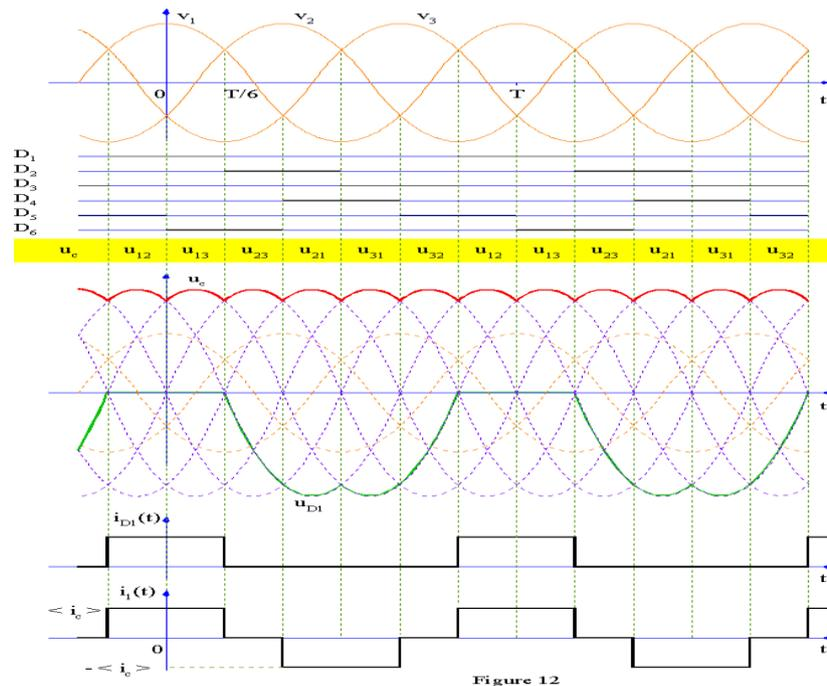

Figure 12
On suppose le courant  $i_c$  parfaitement lissé, c'est-à-dire  $i_c(t) = \langle i_c \rangle$ . La figure 12 montre les instants de conduction des différentes diodes: dans le groupe des diodes à cathodes communes, celle qui conduit est celle qui correspond à la tension la plus élevée, par exemple  $D_1$  conduit lorsque  $v_1(t)$  est supérieur à  $v_2(t)$  et  $v_3(t)$ . De même, pour les diodes à anodes communes, celle qui conduit est celle qui correspond à la tension la plus basse.  $D_4$  conduit lorsque  $v_1(t)$  est inférieure à  $v_2(t)$  et  $v_3(t)$ .
Sur la figure 12 ont également été représentées les intensités du courant dans une diode ( $D_1$ ) et du courant en ligne  $i_l(t)$ .
**Intensité efficace en ligne** La forme de  $i_1(t)$ , donnée à la figure 12 permet de calculer I :